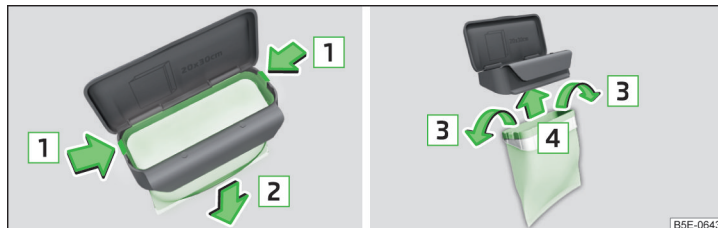

Fig. 83 Sustituir bolsa
- Presionar ambos ganchos de retención en el marco en el sentido de la flecha **1** » fig. 83.